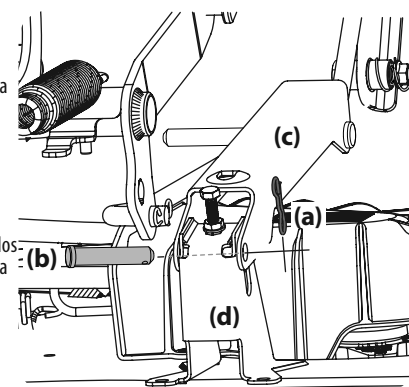

Figura 45
- Extraiga los dos pasadores con unión curva (a) de los pasadores de horquilla (b) que sujetan los soportes del varillaje de elevación (c) a los soportes traseros de elevación de la plataforma (d) en la plataforma. Extraiga los pasadores de horquilla (b). Consulte la Figura 45.